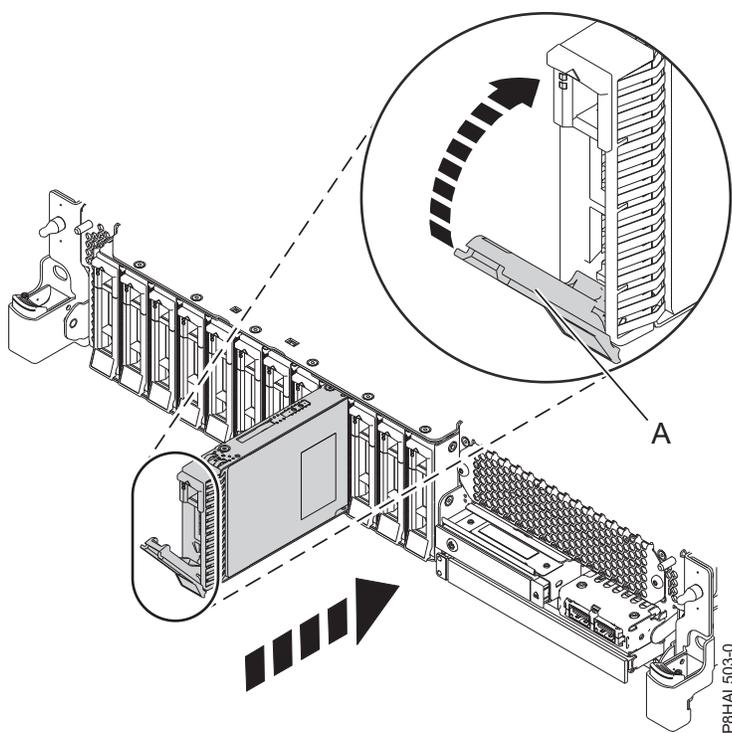
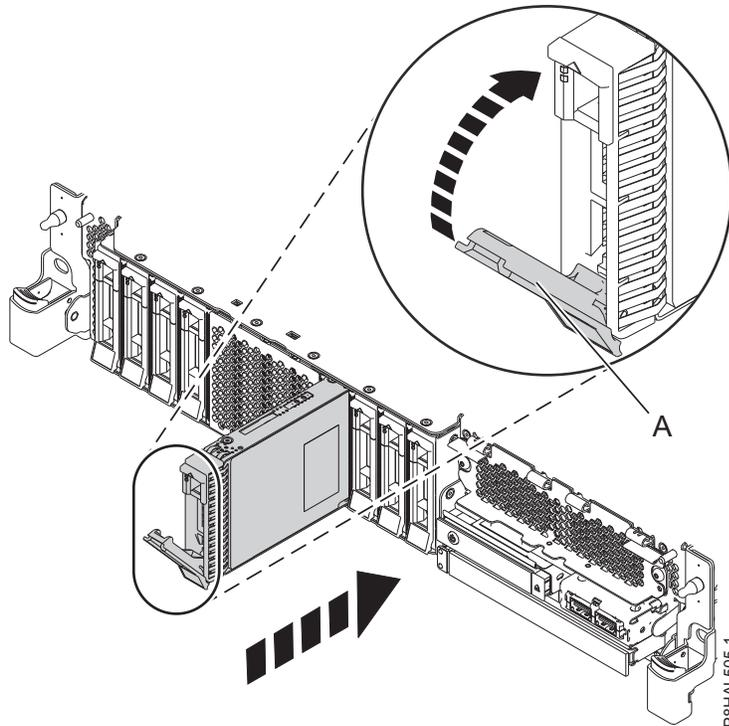

Figure 23. Installation d'une unité de disque dans un système à fonction de base
Figure 24. Installation d'une unité de disque dans un système à fonction étendue
4. Déverrouillez la poignée de la baie d'unité (A) en appuyant dessus et en la tirant vers vous. Si la poignée n'est pas complètement sortie, vous ne pouvez pas insérer l'unité dans le système. Voir figure 23, à la page 26 et figure 24, à la page 27.
9. Lorsque le voyant d'identification s'allume et reste fixe, faites glisser complètement l'unité dans le système et poussez complètement la poignée (A) de l'unité jusqu'à ce qu'elle se verrouille. Voir : figure 23 et figure 24, à la page 27.